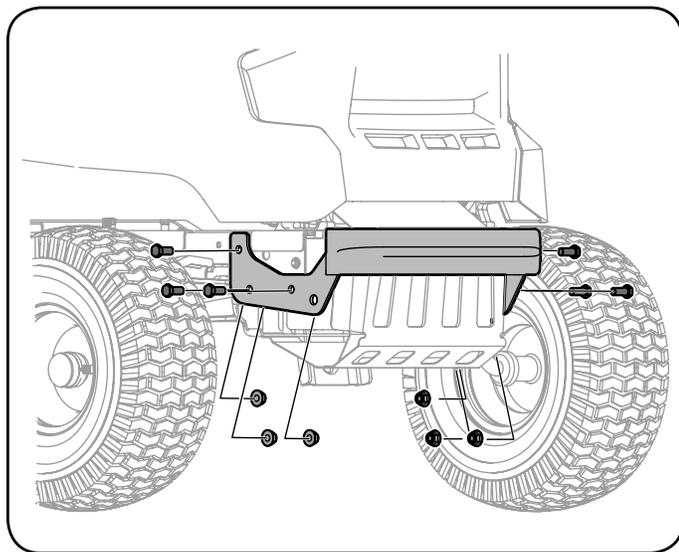

Рисунок 3-1
1. С помощью ключей на $\frac{9}{16}$ » (14 мм) прикрепите бампер к раме трактора шестью винтами с шестигранной головкой и фланцевыми гайками (см. рис. 3-1).